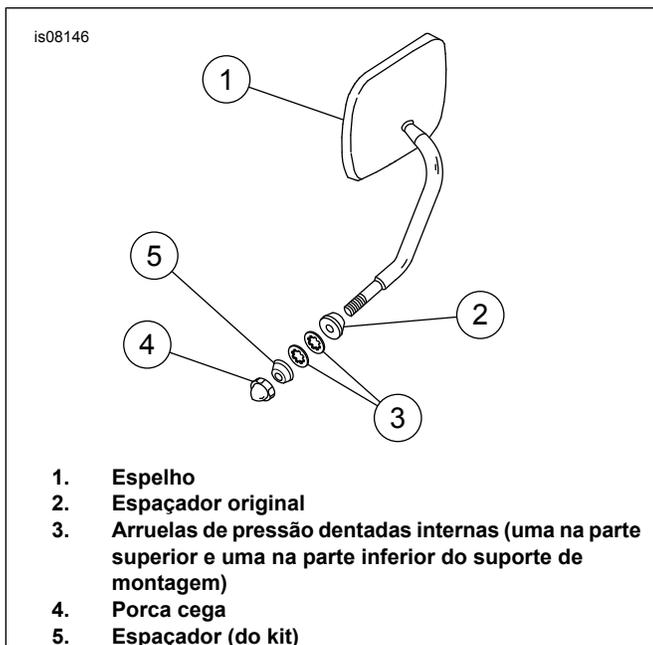

Figura 2. Instalação do espelho direito
- Veja Figura 2. Instale a porca cega do kit para prender o espelho direito. Se a porca cega "chegar ao final" sem apertar, adicione o segundo espaçador do kit no local mostrado.